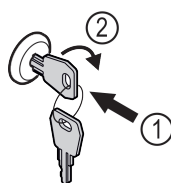

Fig. 160
- Sæt nøglen i. Fig. 160 (1)
- Drej nøglen 90° med uret. Fig. 160 (2)